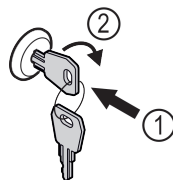

Fig. 167 Ilustrační zobrazení
- Klíč zasuňte dovnitř Fig. 167 (1).
- Otácejte klíčem o 90° ve směru hodinových ručiček Fig. 167 (2).